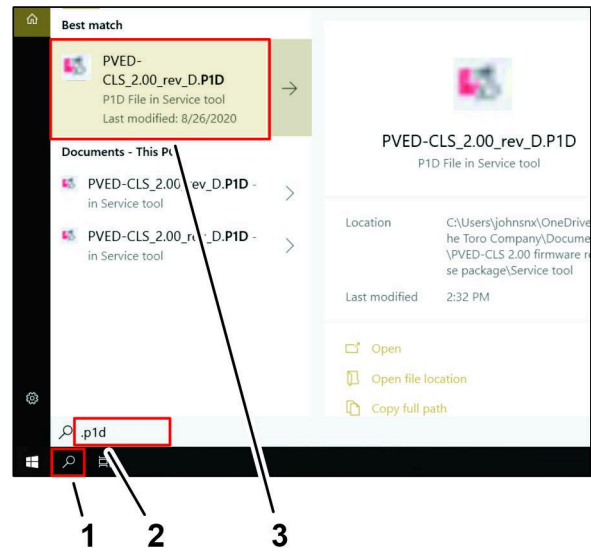

Figure 143
4. Dans la barre des tâches Windows, cliquez sur l'icône de RECHERCHE (Figure 143).
5. Dans la zone de texte TAPER ICI POUR CHERCHER, tapez .P1D et appuyez sur la touche Entrée (Figure 143).
6. Cliquez sur l'icône PVED-CLS\_2.00\_rev\_D.P1D (Figure 143).